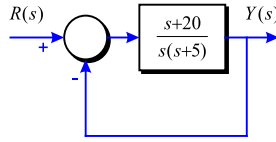

Figura 3-25
**Problema 81** Considereu el sistema de control mostrat a la Figura 3-25. Trobeu les característiques aproximades de la resposta temporal per a una entrada graó.